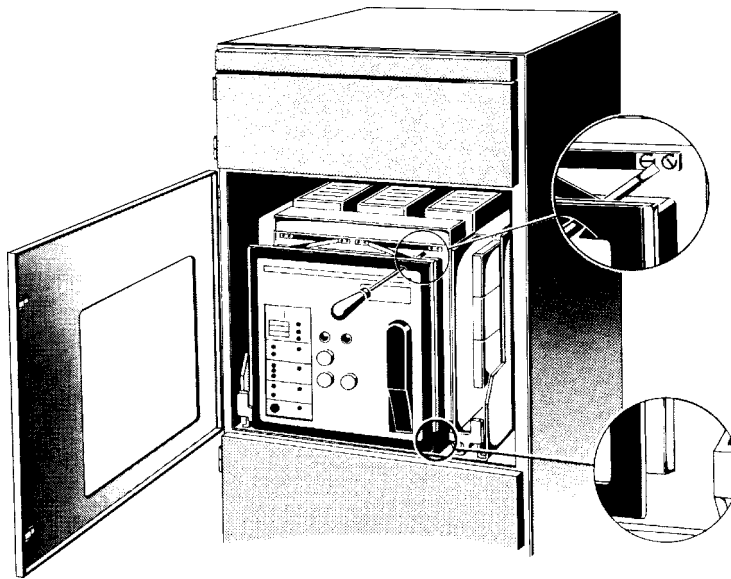

Fig. 2 Tüрдichtungsrаhmen ausbauen
- Türdichtungsrahmen nach Fig. 2 anschrauben. Anschließend Anlagentür mehrere Male probeschließen.
- Fix the door sealing frame according to Fig. 2. Afterwards, shut the door several times for trial purposes.